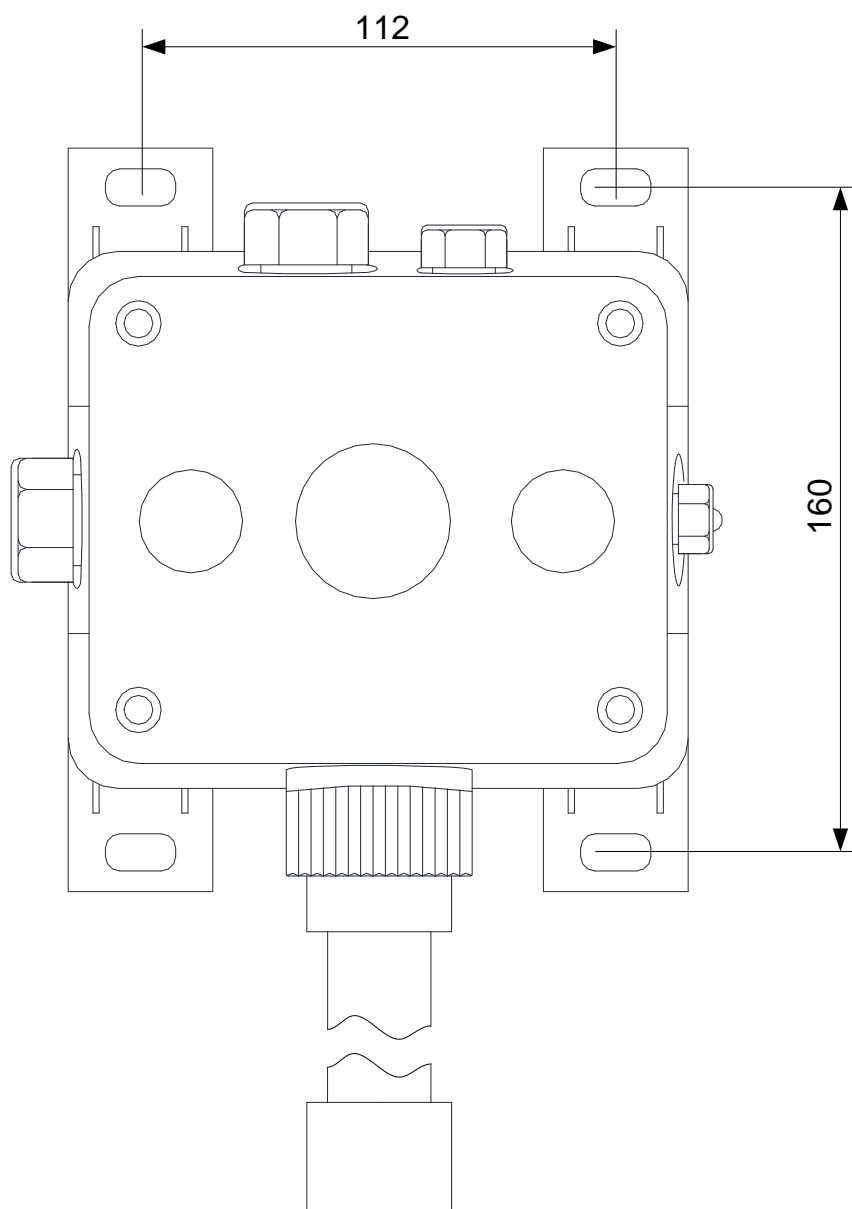

Рисунок 5.1 – Выносной Радиомодуль «ВРМ».
5.4 Монтаж Радиомодуля «ВРМ» осуществить на плоскую вертикальную поверхность или на металлоконструкцию при помощи четырех болтов М8 или распорных дюбелей (рис. 5.1) с соблюдением следующих требований: